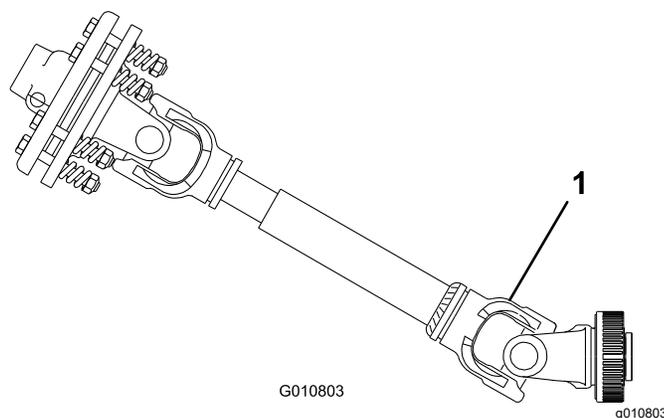

Figura 10
**Importante:** Quando collegate la PDF, non sollevate l'arieggiatore oltre il necessario. Sollevando eccessivamente la macchina si rischia di rompere le articolazioni dell'albero della presa di forza (Figura 10). Spegnete la PDF quando sollevate l'arieggiatore. Potete utilizzare la PDF con un'angolazione massima di 25°, ma non superate un angolo